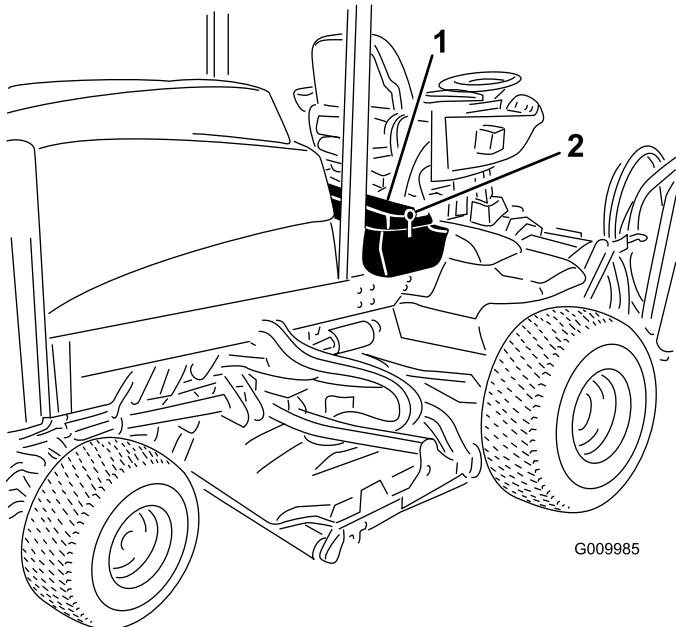
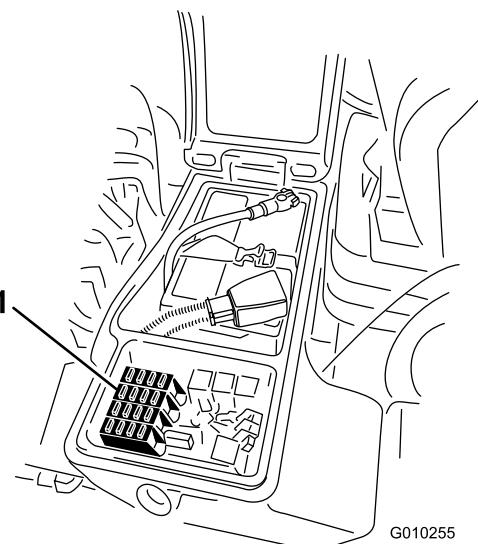

Figura 51
Figura 52
1. Desaperte o trinco da cobertura da caixa de armazenamento direita e levante a cobertura (Figura 51) para expor o bloco de fusíveis (Figura 52).
2. Substitua o(s) fusível(is) aberto(s) conforme necessário (Figura 52).
3. Feche a cobertura da caixa de armazenamento direita e prenda a cobertura com o trinco (Figura 51).